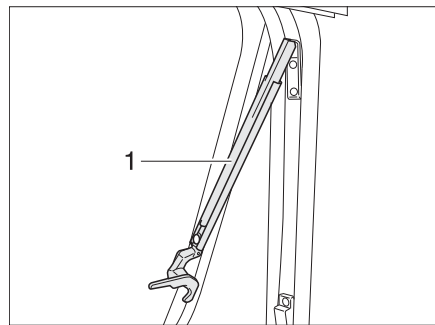

Bild 73 Ausstellfenster mit Automatik-Ausstellern, geöffnet
- Ausstellfenster bis zur gewünschten Raststellung öffnen. Der Automatik-Aussteller (Bild 73,1) rastet selbstständig ein.